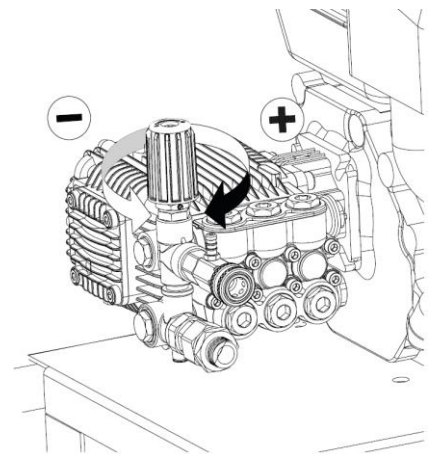

Fig. 12
- Réglez la pression de pulvérisation en tournant le bouton de réglage de pression (14) dans le sens des aiguilles d'une montre ou dans le sens inverse des aiguilles d'une montre. Utilisez une pression plus faible pour laver une voiture ou un bateau et une pression plus élevée pour enlever la peinture ou nettoyer les allées. Reportez-vous à la Fig. 12.